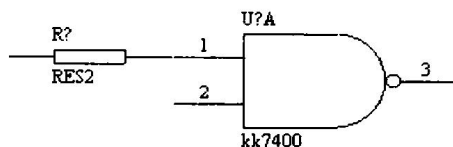

图1.14 引脚与引脚的连接
- (5) 元件引脚与元件引脚连接。图 1.14 显示了电阻引脚直接与集成电路 7400 管脚连接的情况。